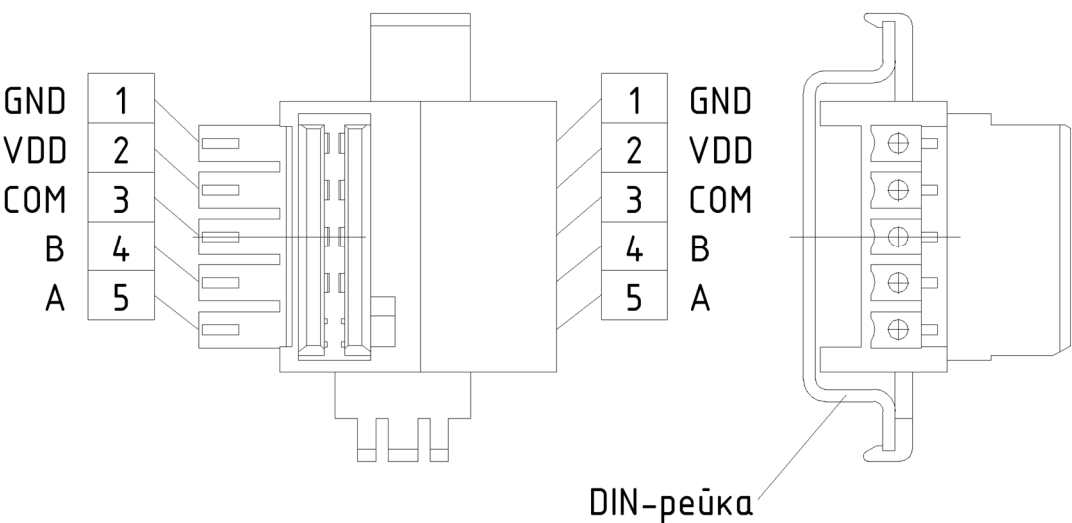

Рисунок 1 – Шина TBUS
Шина TBUS (рисунок 1) отвечает за питание и обмен данными между модулями и процессорным модулем, представлена 5-ти контактным клеммным соединителем, крепящимся на DIN-рейку, поверх которого устанавливается модуль.
2.2.2.1 Питание модуля следует осуществлять от локального блока питания подходящей мощности, установленного совместно с модулем в шкафу электрооборудования. Во внешней цепи блока питания рекомендуется установить выключатель, обеспечивающий отключение модуля от сети. Подключение питания осуществляется через шину TBUS (см. рисунок 1).